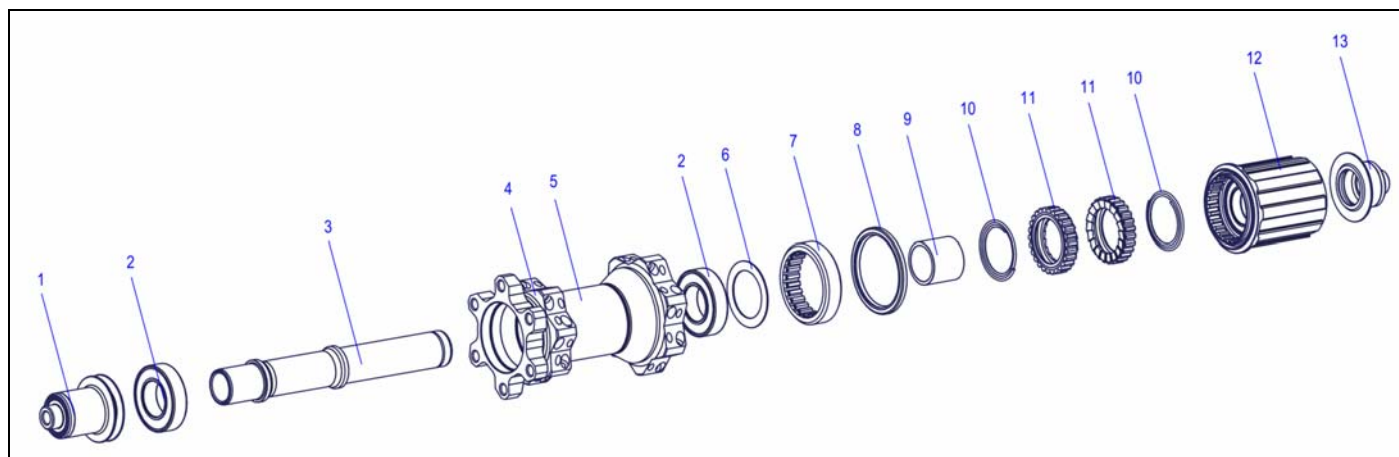

Abbildung 4.6: Übersicht Ratchet System®
1. Linken Endanschlag (Abb.4.6/1) in einen Schraubstock einspannen.
3. Rechten Endanschlag (Abb.4.6/13) in einen Schraubstock einspannen.
5. Rotor (Abb.4.6/12) vorsichtig von der Nabe abziehen.
6. Federn (Abb.4.6/10), Zahnscheiben (Abb.4.6/11) und Hülse (Abb.4.6/9) von der Nabe abnehmen.
3. Gewinding (Abb.4.6/7) durch Drehen der Nabe gegen den Uhrzeigersinn lösen und herausdrehen.
- > Die Dichtung (Abb.4.6/8) vor dem Gewinding wird durch das Abschrauben des Gewinding aus ihrem Presssitz gelöst.
5. Gewinding (Abb.4.6/7), Dichtung (Abb.4.6/8) und Passscheibe (Abb.4.6/6) abnehmen.
1. Kugellager (Abb.4.6/2) auf der Bremsseite mit leichten Hammerschlägen auf die Achse herausschlagen.
1. Achse (Abb.4.6/3) mit der kurzen Seite durch das zweite Kugellager (Abb.4.6/2) auf der Antriebsseite stecken.
2. Rotor (Abb.4.6/12) auf Beschädigungen wie Risse etc. prüfen.
3. Lange Seite der Achse (Abb.4.6/3) in die Montagehülse stecken.
5. Neues Kugellager (Abb.4.6/2) mit der farbigen Seite nach aussen auf das Nabengehäuse auflegen.
3. Achse (Abb.4.6/3) mit der langen Seite nach unten in die Montagehülse schieben.
4. Neues Kugellager (Abb.4.6/2) mit der farbigen Seite nach aussen auf die Bremsseite auflegen.
2. Gewinding (Abb.4.6/7) mit der Aussparung nach oben auf das Gewinding-Werkzeug aufschieben.
3. Passscheibe (Abb.4.6/6) in die Aussparung des Gewinderings einlegen.